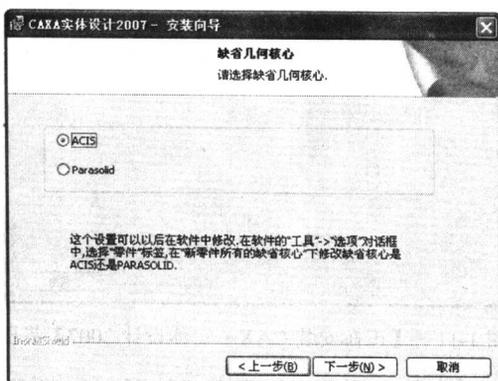

图 1-8 【缺省几何核心】界面
(7) 单击 **下一步(N) >** 按钮进入【缺省几何核心】界面，选中【ACIS】单选按钮，如图 1-8 所示。